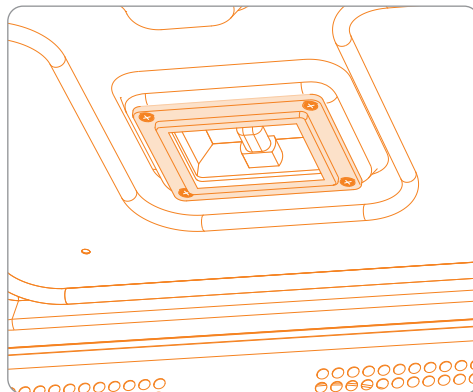

figure 3 : couvercle de l'ampoule et vis
4. Enlever avec précaution les quatre vis qui maintiennent le couvercle de l'ampoule en place. Voir fig. 3.